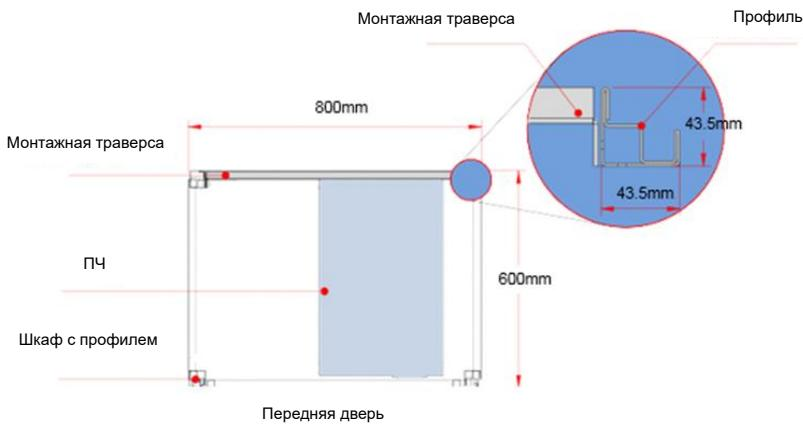

Рис. 4-11 Вид сверху крепления GD270-280-4-GD270-500-4 в шкафу
1	Установите поперечную балку для крепления ПЧ в шкаф с девятикратным профилем. (См. Рис. 4-11.)
- (1) Закрепите монтажную поперечную балку и зарезервируйте крепежные отверстия.
- (2) Рекомендуется использовать шкаф с профилем (PS cabinet). На рис. 4-11 показан увеличенный вид поперечного сечения профиля.